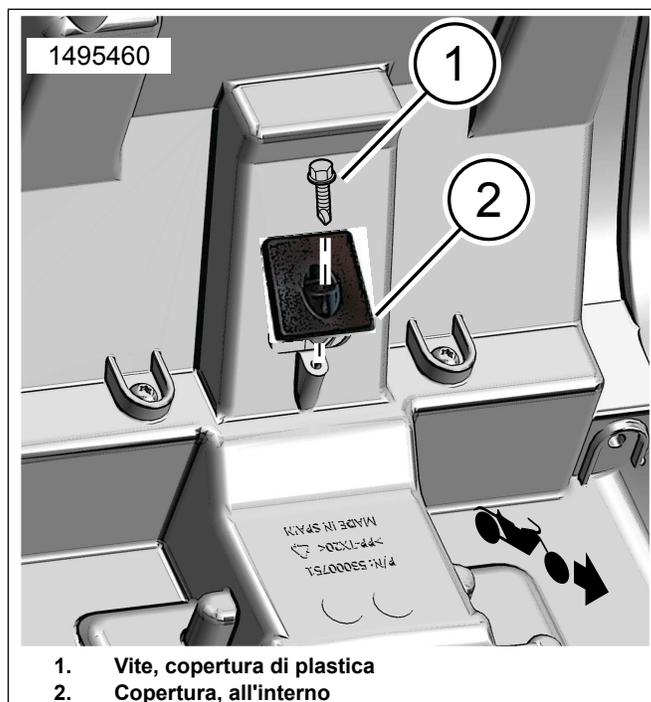

Figura 10. Installazione della copertura interna
6. Figura 10 Installare il coperchio (2) e la vite (1). Serrare a mano.